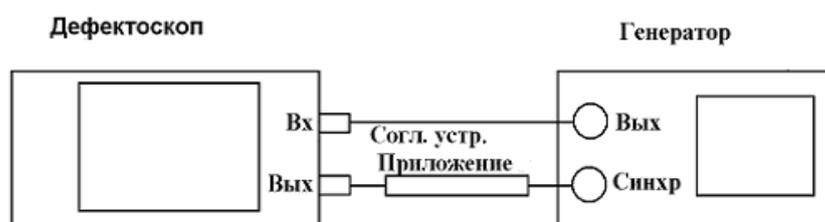

Рисунок 124. Схема для определения диапазона и абсолютной погрешности измерения временных интервалов
14.4.4.7.2 Собрать схему (см. рисунок 124), для синхронизации генератора и «дефектоскопа» использовать согласующее устройство, схема которого представлена в Приложении 4.